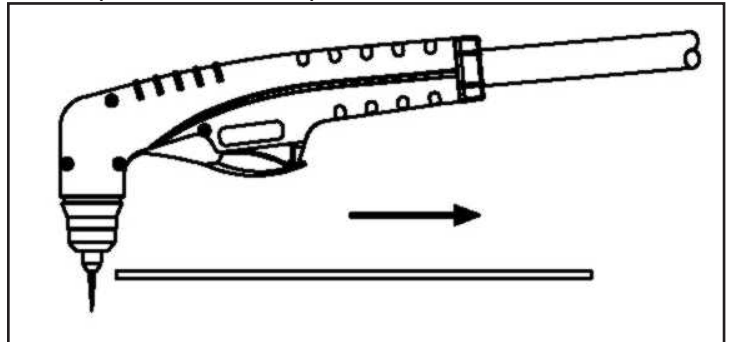

FIGURE 16
- Sélectionnez le mode de coupe non continue avec le bouton de sélection (A) sur le panneau de commande.
- Pour des départs au bord, maintenez le chalumeau perpendiculaire à la pièce de travail avec l'avant de la buse au bord de la pièce au point où la coupe doit commencer - FIG.16.